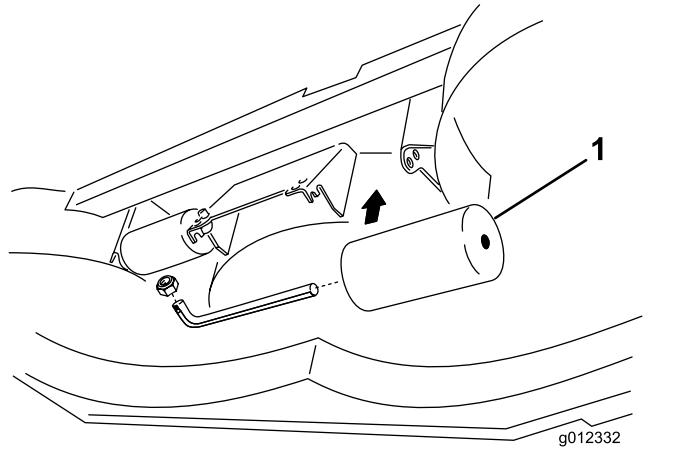

Figura 12
- 2. Ajuste os rolos traseiros (internos) como se mostra na Figura 12.